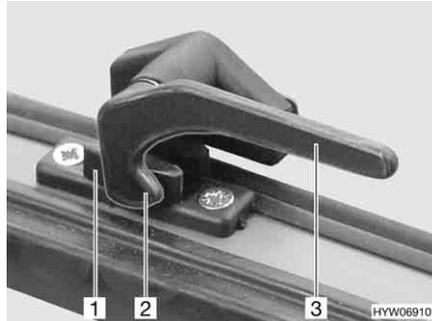

Fig. 7 Finestra apribile, leva di serraggio chiusa
- Posizionare la leva di serraggio (Fig. 7,3) in verticale o ruotarla di un quarto di giro verso il centro della finestra.
- Posizionare la leva di serraggio (Fig. 7,3) in orizzontale o ruotarla di un quarto di giro verso il telaio della finestra. Il nasello di chiusura (Fig. 7,2) si trova sul lato interno della chiusura della finestra (Fig. 7,1).